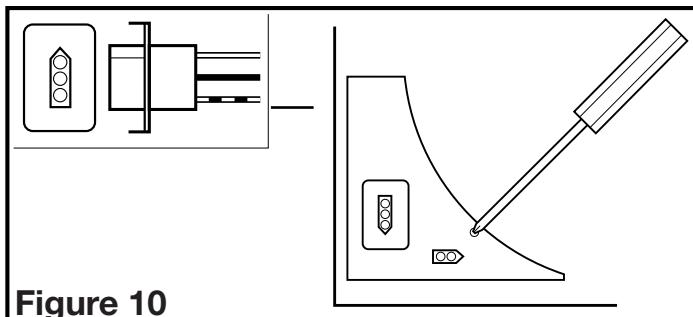

Figure 10
- Réinstaller le couvercle du compartiment de câble du ventilateur en place. Faire tourner la roue de la soufflante à la main pour vous assurer qu'elle tourne librement. Brancher le cordon à raccordement rapide dans le réceptacle. Ce cordon ne s'ajuste que d'une seule façon dans le réceptacle (**Figure 10**).